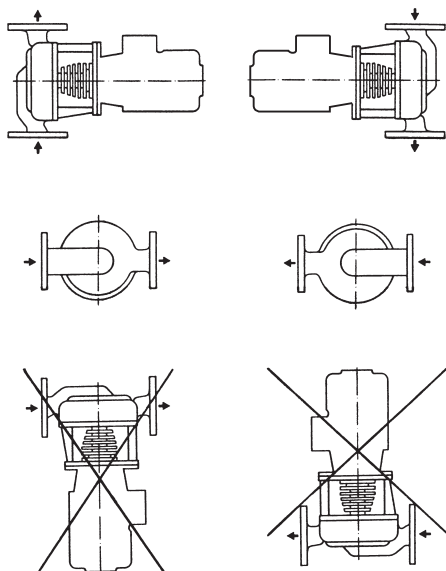

Fig. 7: Tilladte installationspositioner
- Enhver monteringsposition undtagen "motor nedad" er tilladt (se installationspositionerne, fig. 7).